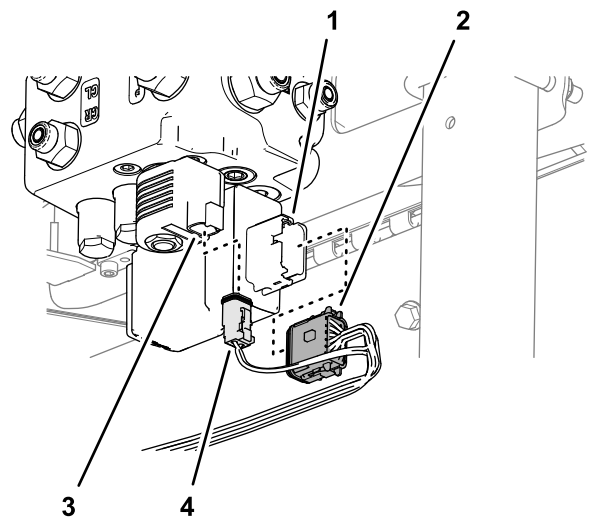

**Figure 90**
1. À l'avant de la machine, faites passer les connecteurs du faisceau de câblage (Figure 90) avec les étiquettes suivantes par le dessous du plancher :